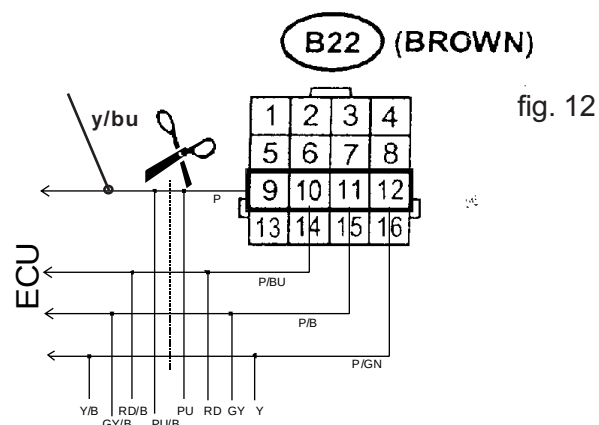

fig. 12
10. Onderbreken injectorstuurdraden. Onderbreek bij bruine connector B22 de injectorstuurdraden pos. 9, 10, 11 en 12. Sluit de enkelkleurige draden aan richting injectoren en de bijbehorende tweekleurige draden richting ECU. Zie schema fig.12. Ook nokkenassignaal aansluiten; zie 11.
11. Nokkenassignaal. De geel/blauwe draad aansluiten op de onderbroken stuurdraad-ECU-zijde van cil.1: connector B22-pos.9. Zie fig. 12.